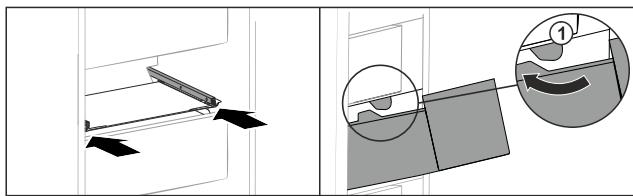

Fig. 146
- Prevedte zásuvku okolo zarážok Fig. 146 (1).